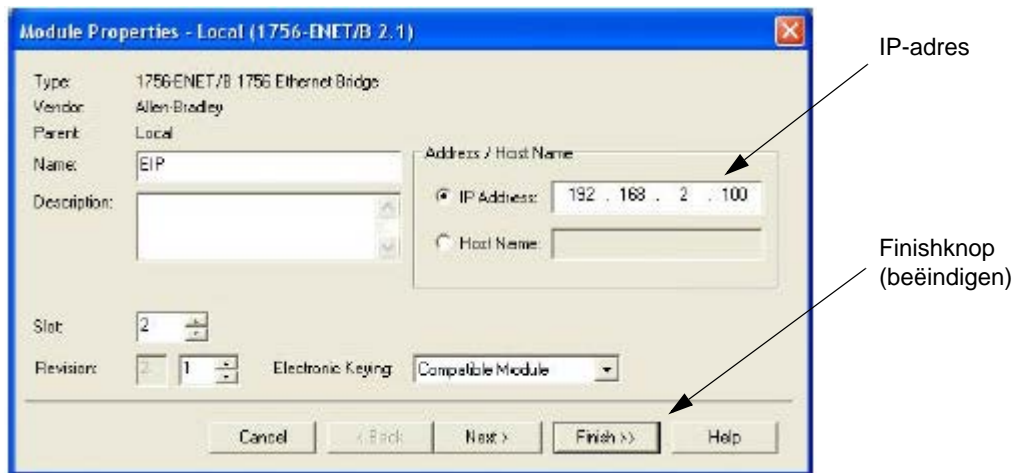

FIG. 70. Instellingen van de ethernetmodule
- c. In het venster om het moduultype te selecteren, kiest u een 1756-ENET/B of een 1756-ENBT/A-toegang. RSLogix zal het venster met module-instellingen openen. Zie FIG. 70.
- i. Geef het IP-adres en het subnetmasker in. Het IP-adres moet overeenkomen met het IP-adres dat ingegeven werd in het eigenschappenvenster (FIG. 70).